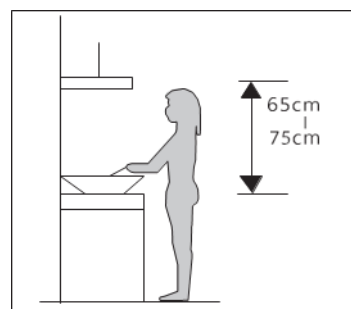

Figura 1
1. Para obter o melhor efeito, o exaustor deve ser colocado a uma distância de 65-75 cm da superfície onde cozinha. Ver figura 1.